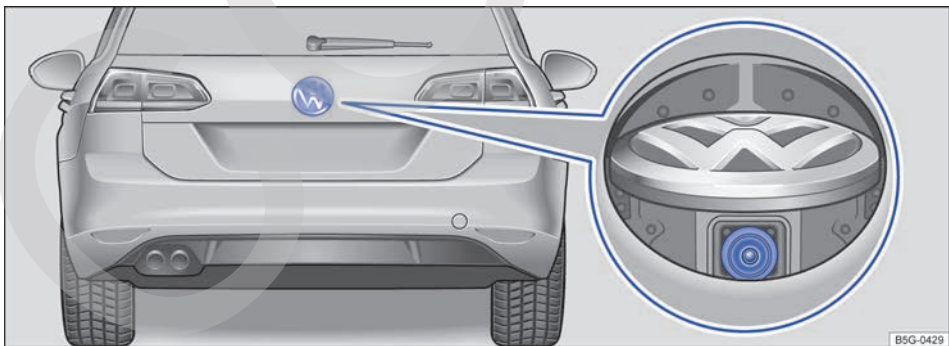

Fig. 145 En el portón trasero: ubicación de la cámara del asistente de marcha atrás.
Una cámara incorporada en el portón trasero ⇒ fig. 145 asiste al conductor al aparcar marcha atrás o maniobrar. La imagen de la cámara se visualiza junto a unas líneas de orientación proyectadas por el sistema en la pantalla del sistema de infotainment montado de fábrica.
- ✓ La imagen tiene que ser fiable y clara, por ejemplo, se deberá tener buena visibilidad y la lente deberá estar limpia ⇒ fig. 145.
Las imágenes de la cámara ⇒ fig. 145 (imagen ampliada) son solo bidimensionales. Por falta de profundidad espacial, es difícil o imposible apreciar ▶
Mantenga la lente de la cámara ⇒ fig. 145 (imagen ampliada) limpia y libre de nieve y hielo: